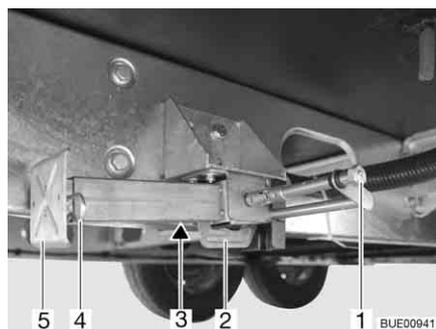

Fig. 36 Vérin stabilisateur
- Placer la clé à pipe sur l'écrou à six pans (Fig. 36,1) et tourner jusqu'à ce que le vérin stabilisateur soit en position verticale vers le bas.
- Lorsque la longueur des vérins stabilisateurs est réglable, faire sortir la goupille (Fig. 36,4) de la rallonge du pied d'appui (Fig. 36,5).
- Placer la clé à pipe sur l'écrou à six pans (Fig. 36,1) et tourner jusqu'à ce que le vérin stabilisateur se dégage du sol.
- Rentrer complètement la rallonge du pied d'appui (Fig. 36,5) et insérer la goupille (Fig. 36,4) dans le trou prévu à cet effet.
- Tourner l'écrou à six pans (Fig. 36,1) jusqu'à ce que les vérins stabilisateurs soient pivotés vers le haut et que la glissière (Fig. 36,2) soit arrivée complètement à l'extrémité de la fente (Fig. 36,3).